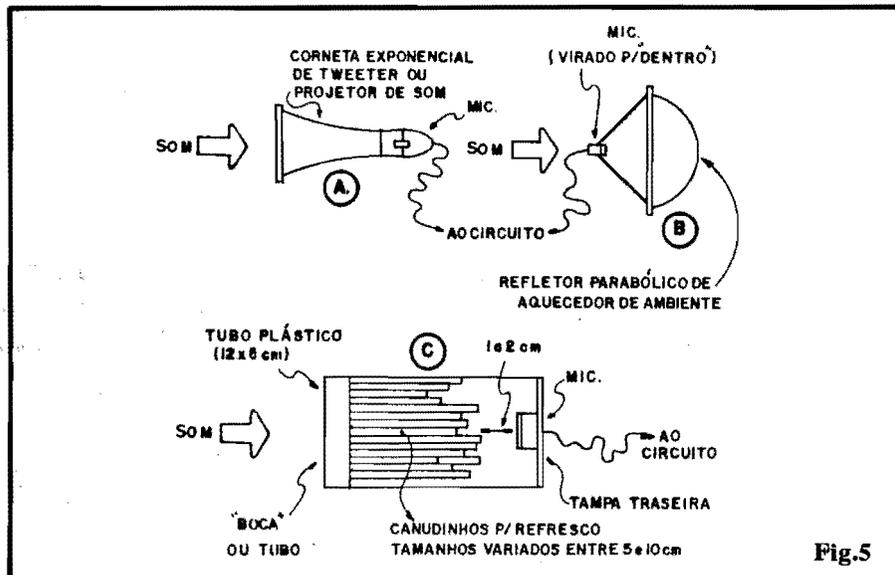

Fig.5
O MAME, contudo, permite interessantes adaptações para audição remota "sem fio", no sistema de "telescópio acústico" (que perdoem os puristas da física e da semântica...). Para tanto, basta acoplar sistemas de concentração, ressonância ou direcionamento do som recebido pelo microfone, conforme sugerem as idéias mostradas na fig. 5. Vamos analisá-las:
-5-C- Um sistema sofisticado (em termos acústicos), porém de fácil implementação, constitui um "ressonador", formado por tubo (ao qual o microfone vai adaptado) contendo muitos tubinhos de comprimentos diferentes, com o que cada tubo estará "sintonizado" numa frequência de áudio, promovendo um certo reforço por "ressonância" no som recebido, além de incrementar a diretividade do sistema! A solução mostrada da fig. 5-C é básica, mas muitos outros materiais podem ser utilizados. Em qualquer caso, a cápsula do microfone **não pode** tocar a extremidade traseira do conjunto de tubos, devendo ser guardado um espaço, para perfeito funcionamento e bom aproveitamento do efeito de "ressonância". Conjuntos bem maiores do que o sugerido também podem ser construídos, usando-se, na ressonância, muitos tubos de alumínio finos (do tipo utilizado na construção de antenas domésticas de TV, por exemplo), com comprimentos escalonados desde cerca de 1 metro até poucos centímetros, firmemente juntados com braçadeiras e acoplados a um funil, na traseira, ao "fundo" do qual o eletreto pode ser fixado. Quanto